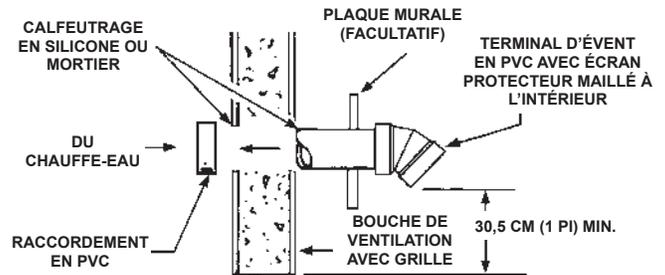
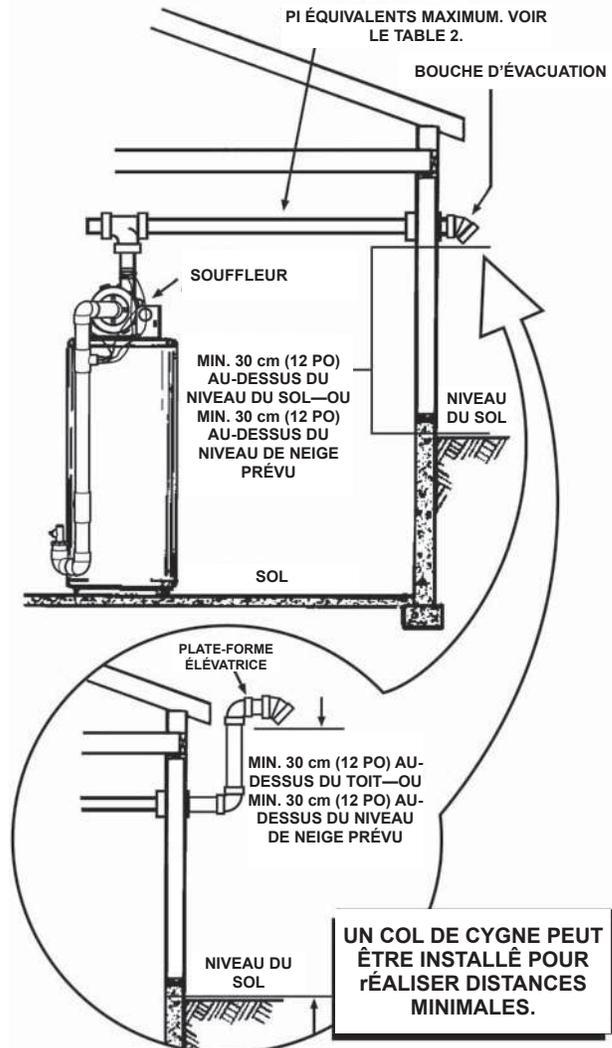
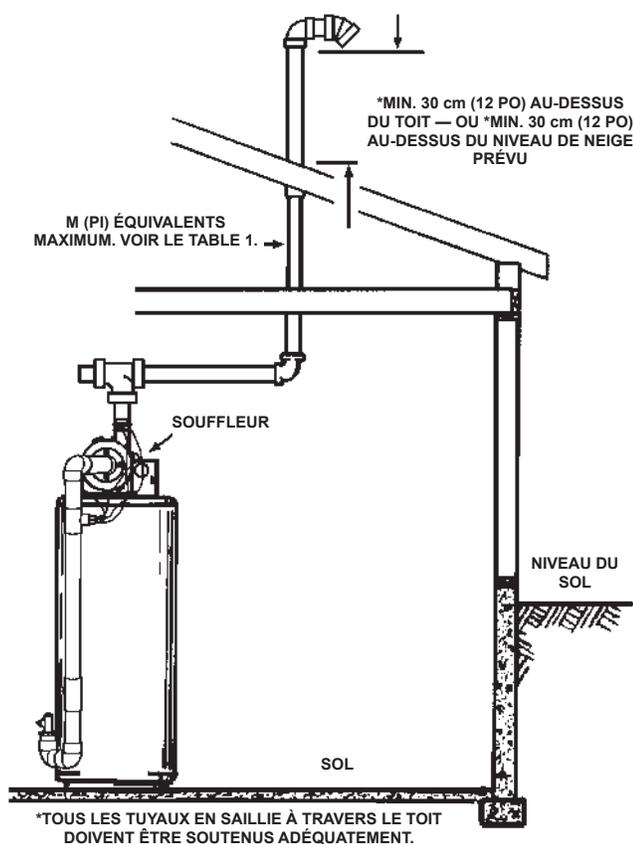

Figure 17. Bouche d'évacuation murale
Figure 18. Pose d'une évacuation murale
Figure 19. Pose d'une évacuation à travers le toit
Certaines installations présentent des condensats qui se forment dans les parties horizontales du système d'évacuation. Ce condensat s'écoulera jusqu'au manchon de condensat attaché au souffleur et hors du raccord. Le chauffe-eau est livré avec un tuyau de condensat qui s'attache au raccord sur le manchon de condensat. Aucun autre té ou raccord de tuyauterie n'est requis. Voir *Figure 17* (page 22), *Figure 18* (page 22) et *Figure 19* (page 23).
3. L'adaptateur de refoulement de souffleur est conçu pour accepter seulement des sections droites de tuyau de 2 po. Pour commencer, un minimum de 5,1 cm (2 po) de tuyau de 2 po doit être attaché à la sortie du souffleur. Voir *Figure 17* (page 22).
La première étape consiste à déterminer où doit déboucher le tuyau d'évacuation. Voir *Figure 25* (page 27), *Figure 18* (page 22) et *Figure 19* (page 23). L'évacuation peut déboucher à travers un mur, comme à la *Figure 18*, ou à travers le toit, comme à la *Figure 19*.
5. Glisser le tuyau à travers le mur et l'insérer dans l'accouplement sur l'autre côté du mur, en s'assurant que la bouche d'évacuation pointe dans la bonne position. Voir *Figure 17*.
Il est conseillé de commencer la pose du système d'évacuation par le souffleur et de continuer jusqu'à l'accouplement à l'intérieur du mur de pose de la bouche d'évacuation. Voir *Figure 17*.
Le cas échéant, pour obtenir le dégagement minimal de 30 cm (12 po) au-dessus du plus haut niveau de neige prévu, poser un col de cygne comme illustré au bas de la *Figure 19*.
Remarque : La bouche d'évacuation doit être d'un minimum de 30 cm (12 po) au-dessus du toit ou 30 cm (12 po) au-dessus du niveau de neige prévu pour empêcher l'obstruction de la bouche d'évacuation, comme illustré à la *Figure 18* (page 22) et la *Figure 19* (page 23).